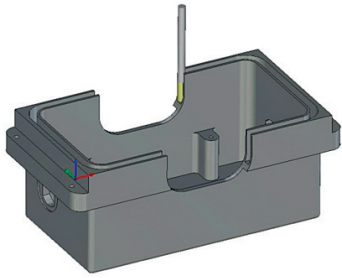

Рис. 25. Моделирование обработки
- моделирование обработки внутренними средствами модуля ADEM CAM для оценки качества сформированной траектории обработки и внесения корректировок в составленный маршрут обработки (рис. 25).